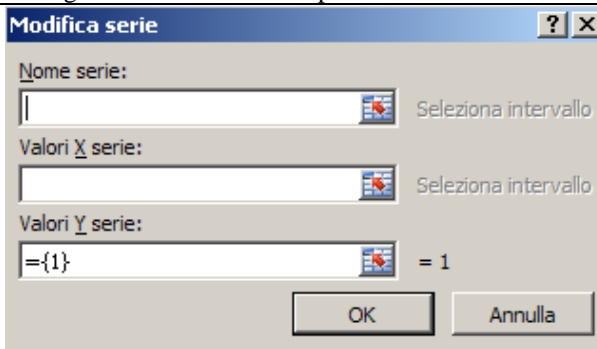

Figura 5 – Finestra Excel per la selezione dei dati
- o Cliccare su AGGIUNGI, appare una nuova finestra (vedi figura 5).